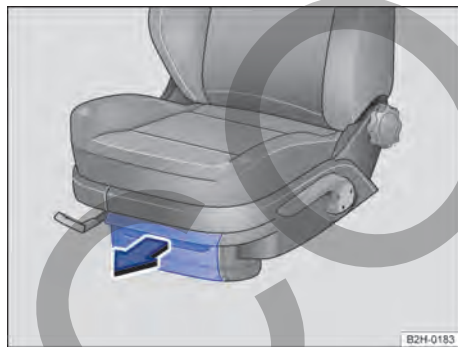

Fig. 115 Portaobjetos debajo de los asientos delanteros: portaobjetos con tapa.
2. Tire de la tapa hacia delante → Fig. 115.
2. Presione la tapa hacia atrás, en el sentido contrario al de la flecha → Fig. 115.